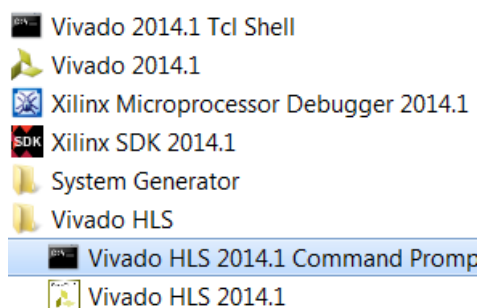

Figure 106: Vivado HLS Command Prompt
- a. On Windows click **Start > All Programs > Xilinx Design Tools > Vivado 2014.1 > Vivado HLS > Vivado HLS 2014.1 Command Prompt** (Figure 106).